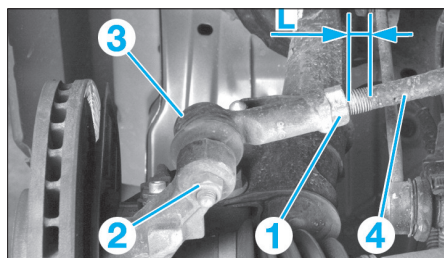

FIG. 11
- Mesurer la longueur (L) du filtage (Fig.11).
- Desserrer le contre-écrou (1).
- l'écrou (2) de la rotule,
- la rotule (3) du pivot à l'aide de l'outil [1].